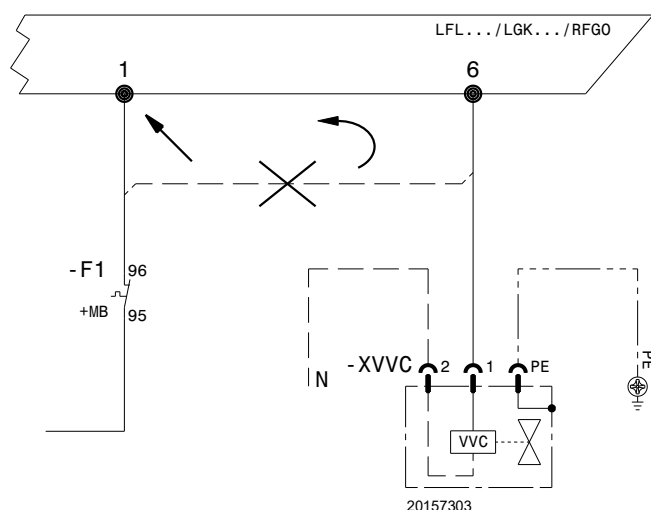

Fig. 6
- Conectar la alimentación de la válvula suministrada con el kit al borne 6 de la caja de control de donde se retiró el mando motor anteriormente (Fig. 6);